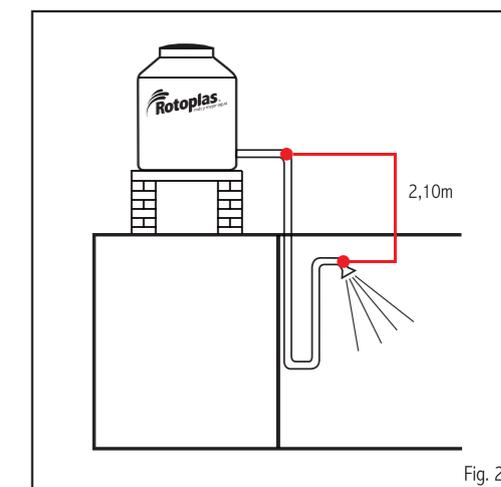

Fig. 2
- Recuerde que, para lograr una presión de agua adecuada en su vivienda, es recomendable que entre la salida más alta (ducha) y la salida del tanque, medie como mínimo una altura de dos metros con diez centímetros (fig. 2)